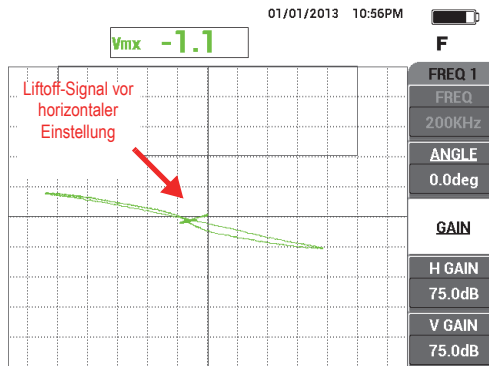

Abbildung 5-56 Prüfen der Nut in der Mitte
5. Prüfen Sie nur die Nut in der Mitte und drücken Sie dann die Direktzugriffstaste FREEZE () [siehe Abbildung 5-56 auf Seite 181].